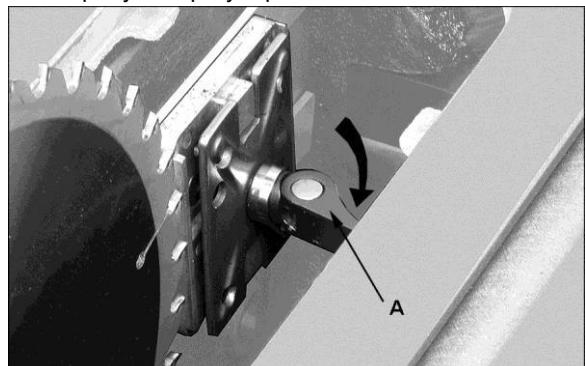

Рис.21
- Потяните ручку (А см. рис. 21) и снимите расклинивающий нож, делая заметки, в каком направлении расклинивающий нож должен быть подвинут с целью приведения его в параллель с пильным диском.